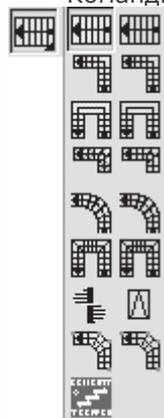

Рис. 1.33. Команды для построения различных типов лестниц
• Команды для построения различных типов лестниц также собраны в одной вариантной кнопке (рис. 1.33).
Все лестницы в программе делятся на деревянные и бетонные. На панели (см. рис. 1.33) в первом столбце размещены всевозможные типы лестниц из дерева (пиктограммы подсвечены желтым цветом), во втором столбце – такие же типы, но из бетона (пиктограммы подсвечены бледно-серым). Кроме того, в самом низу (пиктограмма находится внизу и слева) представлены лестницы от реального немецкого производителя KENNGOTT.
Конструктивно вы можете создавать следующие типы лестниц (соответственно размещению кнопок на рис. 1.33).